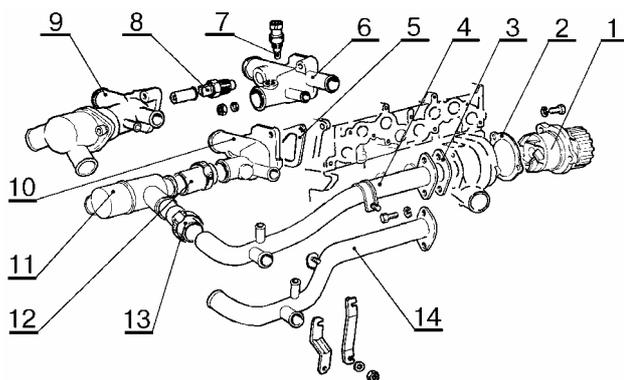

Рис.25.
- снять водяной насос 1, рис.25, и прокладку 2 (на двигателе ВАЗ 2112) (головка сменная 10, вороток и удлинитель или гайковерт типа ИП - 3111);